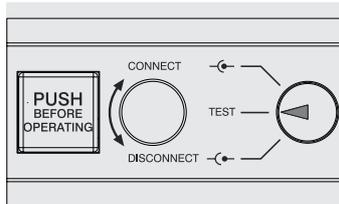

Figura 53
- interruttore in posizione di test (vedi Figura 53)